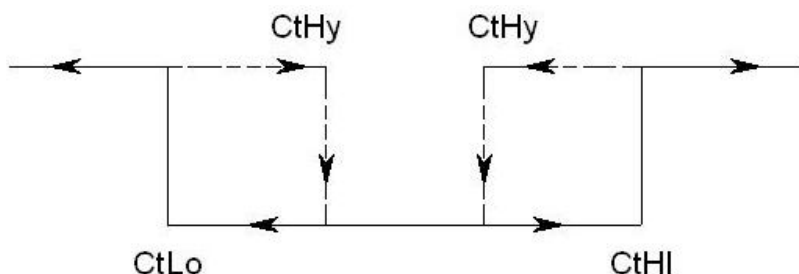

Рис. 3
* Принцип дії налаштування «нижньої межі керування» — див. рис. 3.
* Принцип дії налаштування «верхньої межі керування» — див. рис. 3.
* Принцип дії налаштування «гістерезису керування» — див. рис. 3 нижче.